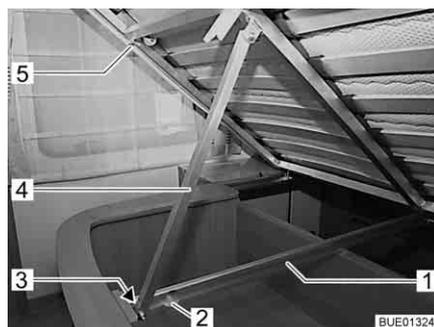

Fig. 108 Lit fixe
- Soulever le sommier à lattes (Fig. 108,5) et le presser vers l'avant jusqu'à ce que l'appui (Fig. 108,4) ait atteint la butée (Fig. 108,1) dans le rail de guidage (Fig. 108).
- Soulever le sommier à lattes (Fig. 108,5) et presser l'appui (Fig. 108,4) vers l'arrière par son extrémité inférieure. Veiller à ce que le galet de glissement (Fig. 108,3) ne saute pas du rail de guidage (Fig. 108,1) à l'extrémité de l'appui à l'ouverture de prise (Fig. 108,2).